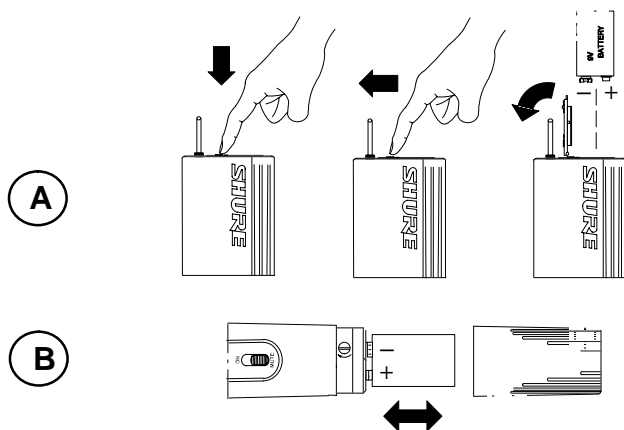

FIGURA 6
4. Inserte una batería fresca de 9 V en el compartimento, como se muestra en la Figura 6.